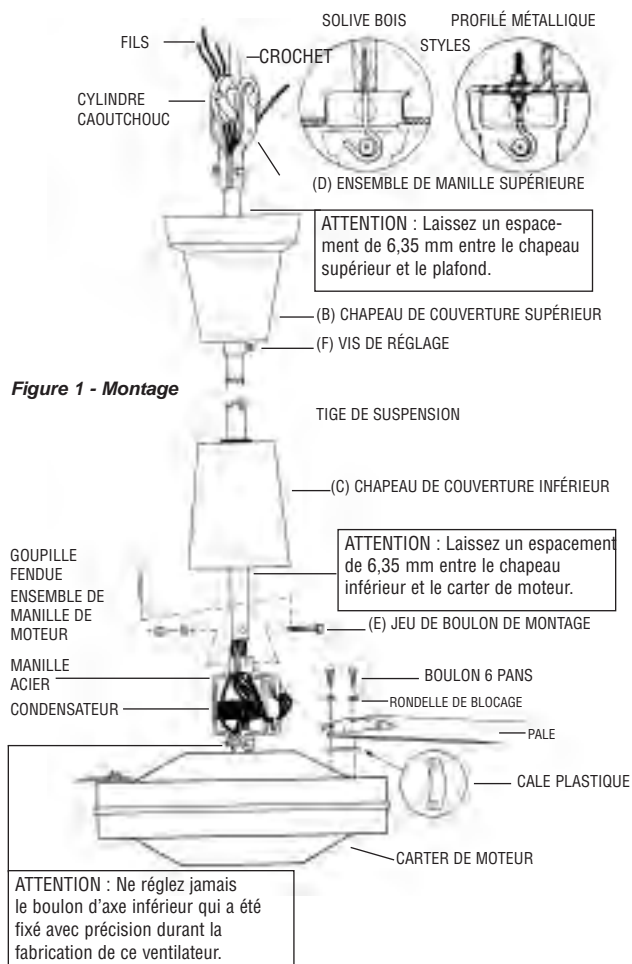

Figure 1 - Montage
2. Sur l'ensemble de manille de moteur (A) enlevez la goupille fendue et desserrez l'écrou 6 pans (E). Enlevez soigneusement la rondelle élastique et l'écrou 6 pans (voir la Figure 1).
3. Faites glisser le chapeau de couverture supérieur (B) en forme de cloche en le remontant sur la tige. Faites aussi glisser le chapeau de couverture inférieur (C) vers le haut de la tige.
4. Passez les 5 fils et le câble de sécurité au travers du trou central de la manille acier de connexion au-dessus du moteur (A), puis continuez de passer fils et câble au travers de la tige creuse de suspension jusqu'à ce qu'ils ressortent par l'extrémité de manille supérieure.
ATTENTION : Les pales doivent être fixées sur le moteur comme montré en Figure 1. N'inversez PAS les pales à l'installation.